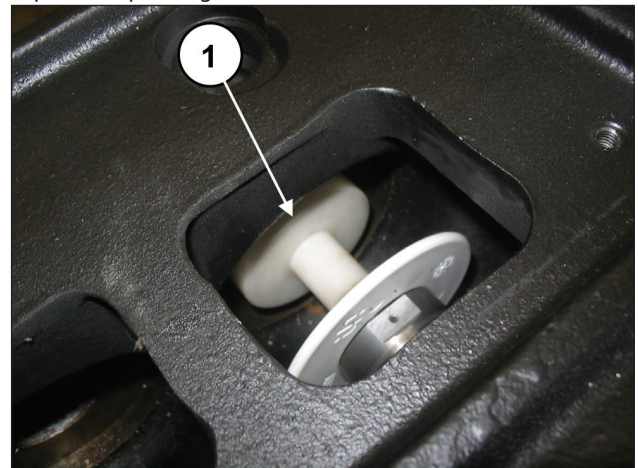

Fig. 123
Tourner manuellement l'arbre de sorte que les 3 pistons se trouvent en position de point mort supérieur. Insérer l'outil tampon réf. 27516600 entre le guide de piston et le piston (rep. ①, Fig. 123).